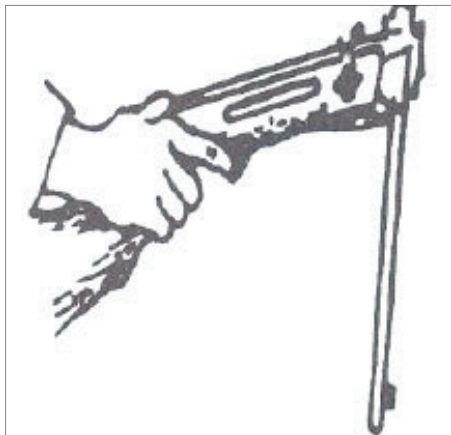

Bild 2
- Placera ett hagel i patronen med vänster hand, och för därefter långsamt upp pipan igen i ursprungsläget (se bild 2).